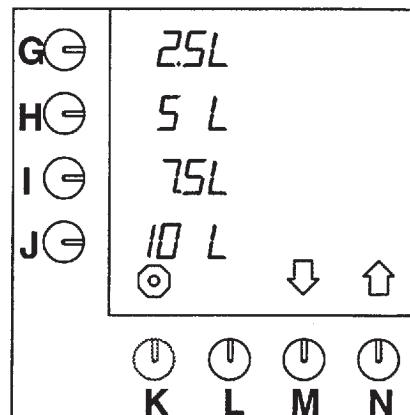

Рис. 23 Предварительный выбор кнопок по умолчанию
В машине существует установка единицы L (= литры) по умолчанию. Эта единица может быть изменена (эта единица устанавливается по умолчанию на дисплее с помощью кнопок (рис.23)).
- Нажмите кнопку N ↑, единица измерения появится на экране (рис.23)